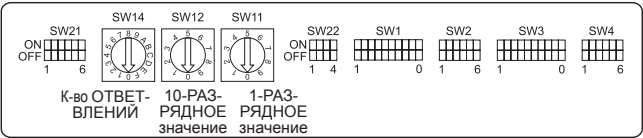

Fig. 4-9
4.5. Установка адресов (Fig. 4-9)
- ① Как настроить адреса
- ② Как настроить сеть SW14 (только для серии R2)